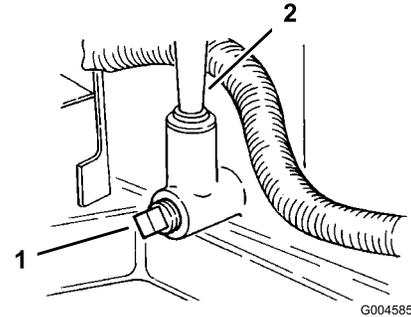

Figure 20
9. Placez un bac de vidange sous l'orifice de remplissage/jauge et enlevez le bouchon de vidange (Figure 20).